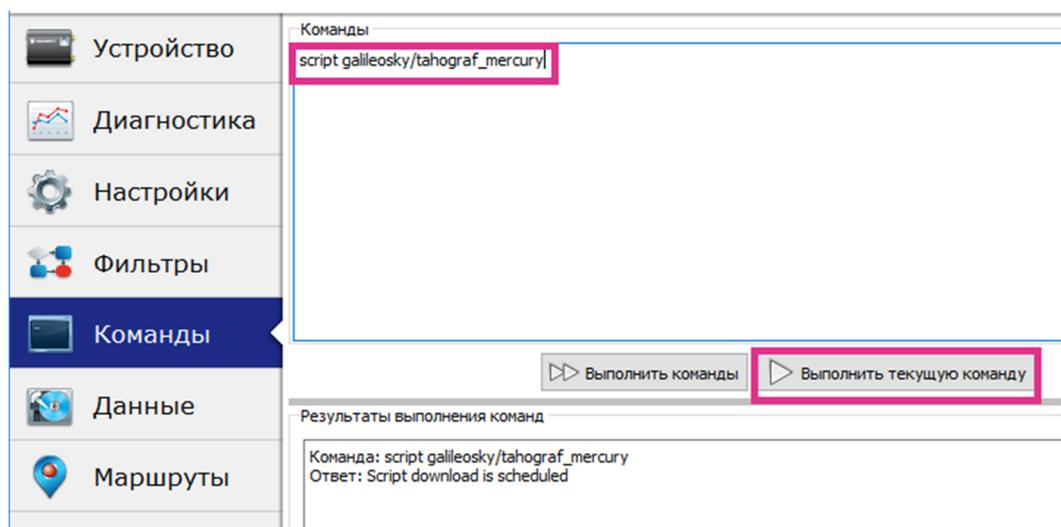

Рис. 7
8. перейдите на вкладку «Команды» Конфигуратора и выполните команду «script galileosky/tahograf_mercury» (Рис. 7);